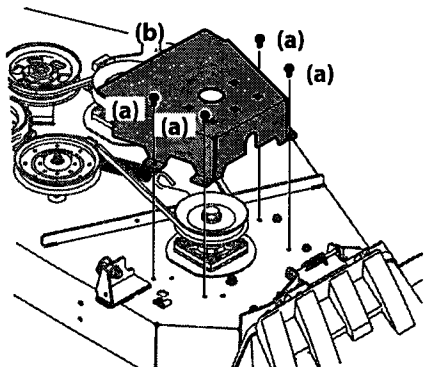

Figura 4-16
2. Retire los tornillos de arandela hexagonal (a) que sujetan las cubiertas de las correas (b) a la plataforma. Consulte Figura 4-16.
3. Extraiga las dos poleas locas (a y b), para lo cual debe retirar los tornillos de cabeza hexagonal (c) y las tuercas de seguridad con brida (d) que las sujetan a la plataforma y el brazo de polea loca (e). Consulte Figura 4-16. No pierda ningún elemento de ferretería (tapas de la polea (f), arandelas, protecciones de la correa (g, si están incluidas)) al sacar el tornillo de cabeza hexagonal (c) y la tuerca de seguridad con brida (d).
5. Instale la nueva correa alrededor de las poleas del husillo tal como se muestra y reinstale las cubiertas de las correas (b). Consulte Figura 4-16.